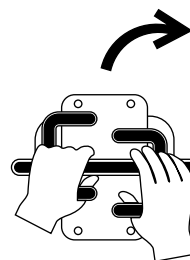

Figura 12
- Per sterzare a destra, spostate in avanti il comando della trazione di sinistra (Figura 12).